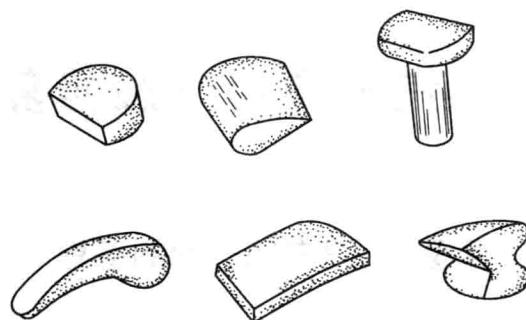

图 1-2 各种垫铁
**术语或概念：**垫铁也叫抵座，是在敲击金属板料时用来衬托金属板料反面的工具。其材料多为中碳钢，形状各异，如图 1-2 所示。